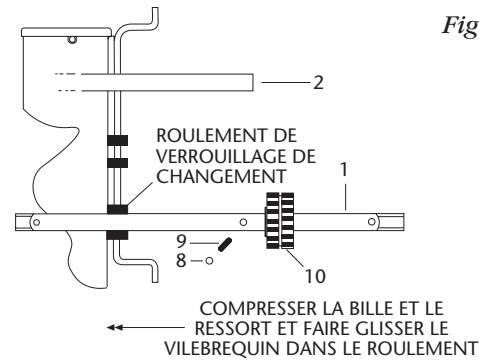

Figure 13
- Tout en comprimant la bille et le ressort dans le trou, faites glisser soigneusement le vilebrequin dans le roulement de verrouillage de changement de vitesse de la boîte de vitesses, comme indiqué dans **Figure 13**. La bille et le ressort doivent être capturés sous la surface d'appui. Poussez le vilebrequin dans la boîte de vitesses jusqu'à ce qu'il soit engagé en vitesse basse.